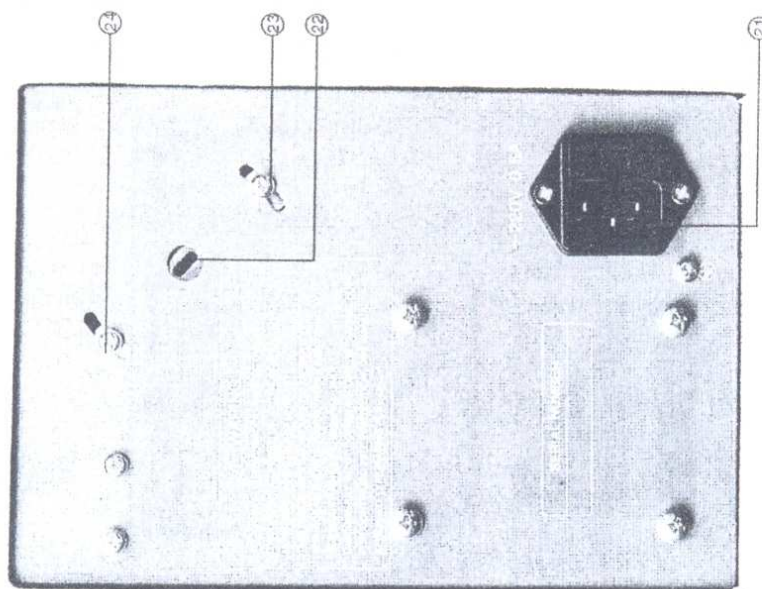

Figura 3-2 Panel posterior del modelo vertical
3.1.2 Figura 3-2: Controles en el panel posterior del osciloscopio vertical.